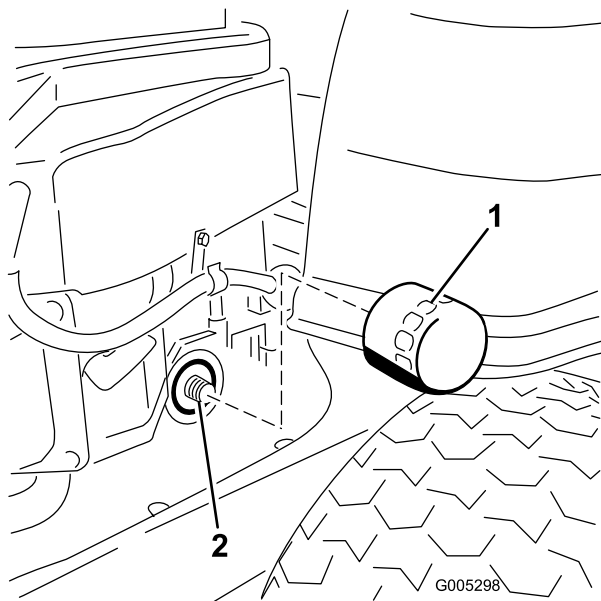

Figure 28
10. Trouvez l'emplacement du filtre à huile du côté droit du moteur. Déposez le filtre à huile usagé et essuyez l'adaptateur du filtre à l'aide d'un chiffon (Figure 28).
12. Posez le filtre à huile de rechange sur l'adaptateur. Tournez le filtre dans le sens horaire jusqu'à ce que le joint soit en appui contre le socle, puis donnez de 3/4 à 1 tour supplémentaire (Figure 28). Essuyez l'excédent d'huile sur le châssis.